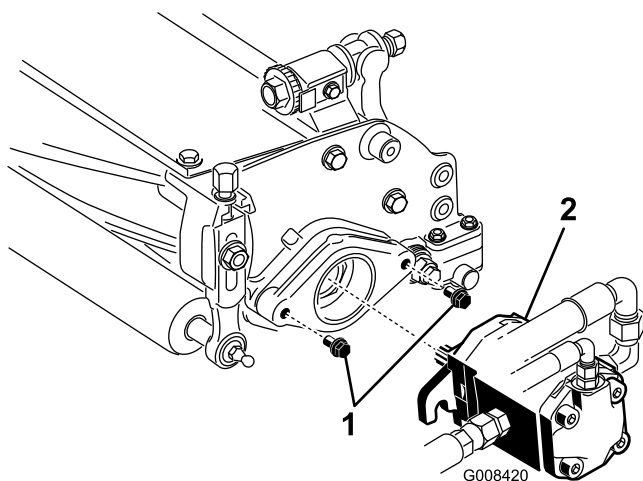

Figure 18
10. Montez les vis de fixation du moteur d'entraînement des cylindres sur chaque plateau de coupe. Laissez dépasser approximativement 13 mm du filetage sur chaque vis de fixation (Figure 18).
12. Lubrifiez l'arbre cannelé de chaque moteur avec de la graisse propre, puis montez le moteur en le tournant dans le sens horaire de sorte que les brides dépassent les goujons. Tournez le moteur dans le sens horaire jusqu'à ce que les brides encerclent les goujons (Figure 18).
13. **Resserrez les boulons de fixation** (Figure 18).